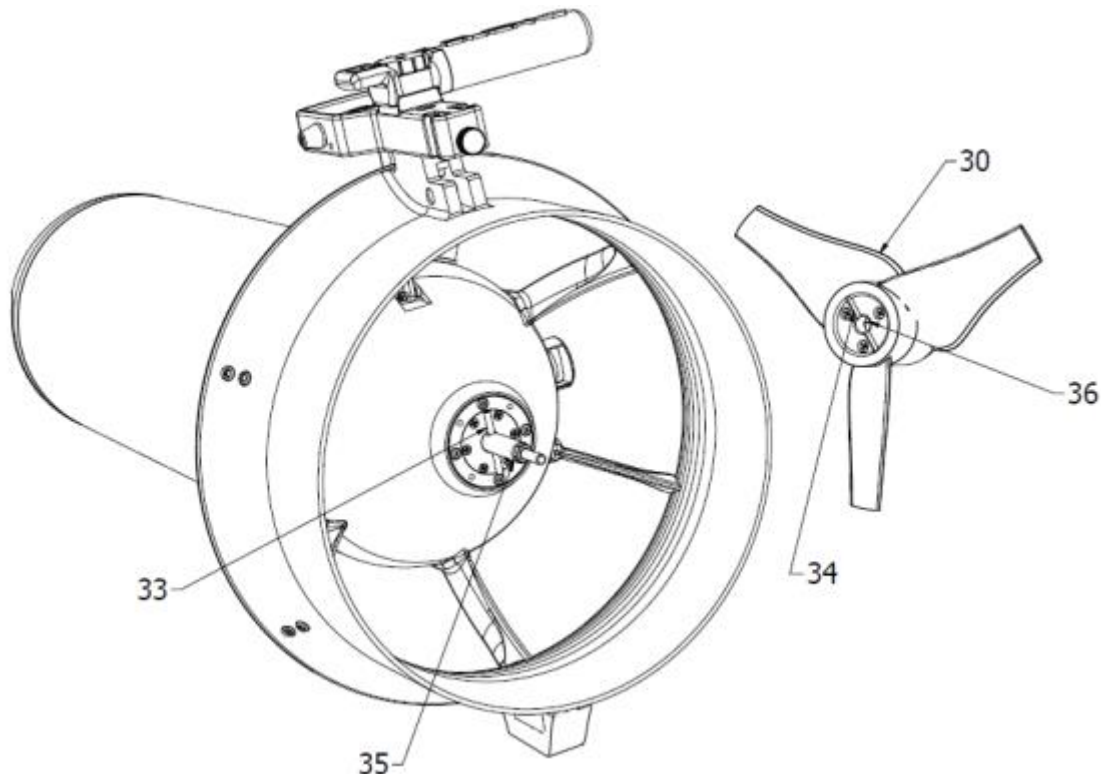

Fig.10 - Inserimento dell'elica
Infilare l'albero motore dello Scooter (35 - Fig.10) nel foro dell'elica (36), girare l'elica (in senso ORARIO) fino a quando la spina (33) si trova a combaciare con la sede (34) dell'elica. Quando si sentirà uno scatto l'elica smetterà di girare. Proseguire ruotando (in senso ORARIO) l'interruttore (6) con la sola forza delle dita, **SENZA FORZARE**.